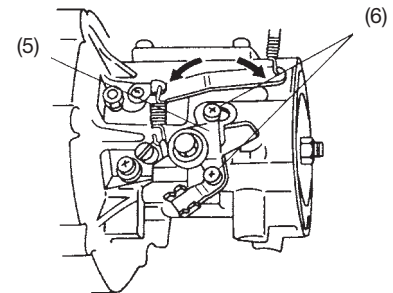

Fig. 12C
- 2) Para ajustar el regulador, deberán aflojarse los tornillos (6) que sujetan el conjunto de la palanca de control (5) en el cárter y mover el conjunto a la izquierda o derecha para obtener la velocidad máxima de 6500 rpm (Moviendo la palanca de control a la izquierda aumentan las revoluciones y moviendo a la derecha bajan las revoluciones.) (Fig. 12C)